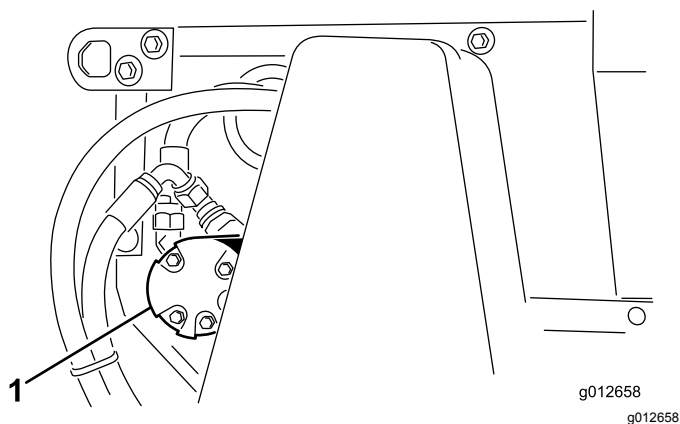

Figure 39
2. Desserrez les écrous qui fixent le moteur de la brosse (Figure 39) sur le côté gauche de la machine.